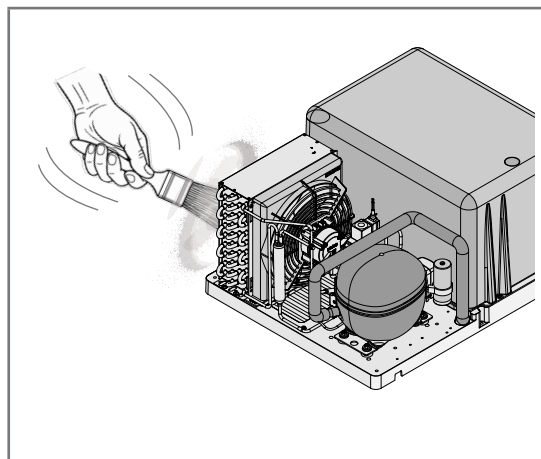

Fig 4.8 - Nettoyage du condenseur
- Si cela n'est pas possible, utiliser un pinceau à poils longs sur l'extérieur du condenseur (Fig. 4.8).